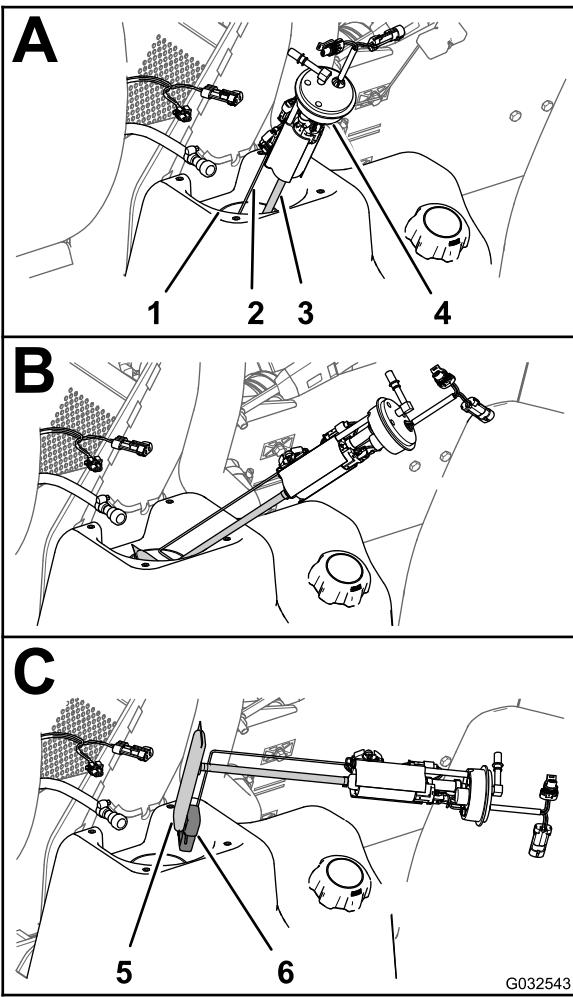
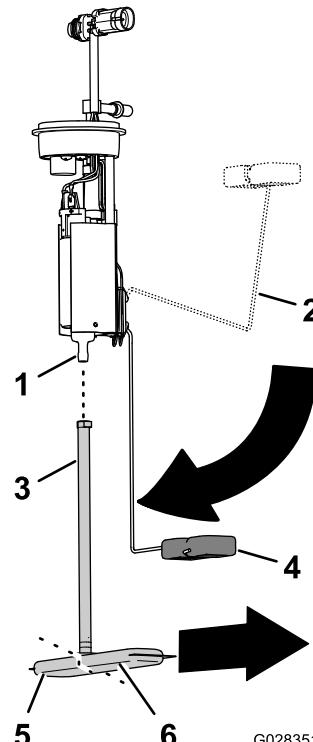

Рисунок 87
Рисунок 88
4. Осторожно поднимите и поверните топливный насос / устройство передачи сигнала, чтобы извлечь их из горловины топливного бака (Рисунок 87).
- Снимите топливозаборную трубку топливного фильтра со штуцера топливного насоса (Рисунок 88).
- Совместите топливозаборную трубку нового топливного фильтра со штуцером топливного насоса (Рисунок 88).
- Совместите длинную часть топливного фильтра с поплавком, когда рычаг поплавка находится в положении «пустой бак» (Рисунок 88).
- Вставьте штуцер топливного насоса в топливозаборную трубку до полной посадки штуцера (Рисунок 88).
1. Удерживая рычаг поплавка и топливозаборную трубку вместе, вставьте поплавок и топливный фильтр в отверстие топливного бака (Рисунок 87).
2. Введите до упора топливный насос / устройство передачи сигнала в отверстие в баке (Рисунок 87 и Рисунок 88).
3. Установите уплотнение и гайку на топливный насос / устройство передачи сигнала и на горловину топливного бака, затяните гайку от руки (Рисунок 87).
4. Подсоедините муфту топливного шланга к штуцеру топливного насоса (Рисунок 87).
5. Подсоедините 2-гнездовой разъем жгута проводов машины к 2-штыревому разъему топливного насоса / устройства передачи сигнала; подсоедините 2-штыревой разъем жгута проводов машины к 2-гнездовому разъему топливного насоса / устройства передачи сигнала (Рисунок 87).